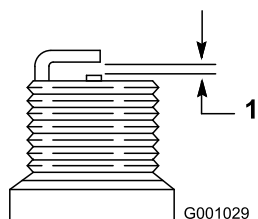

Figure 53
- Réglez l'écartement des électrodes de la nouvelle bougie à 0,76 mm (Figure 53).